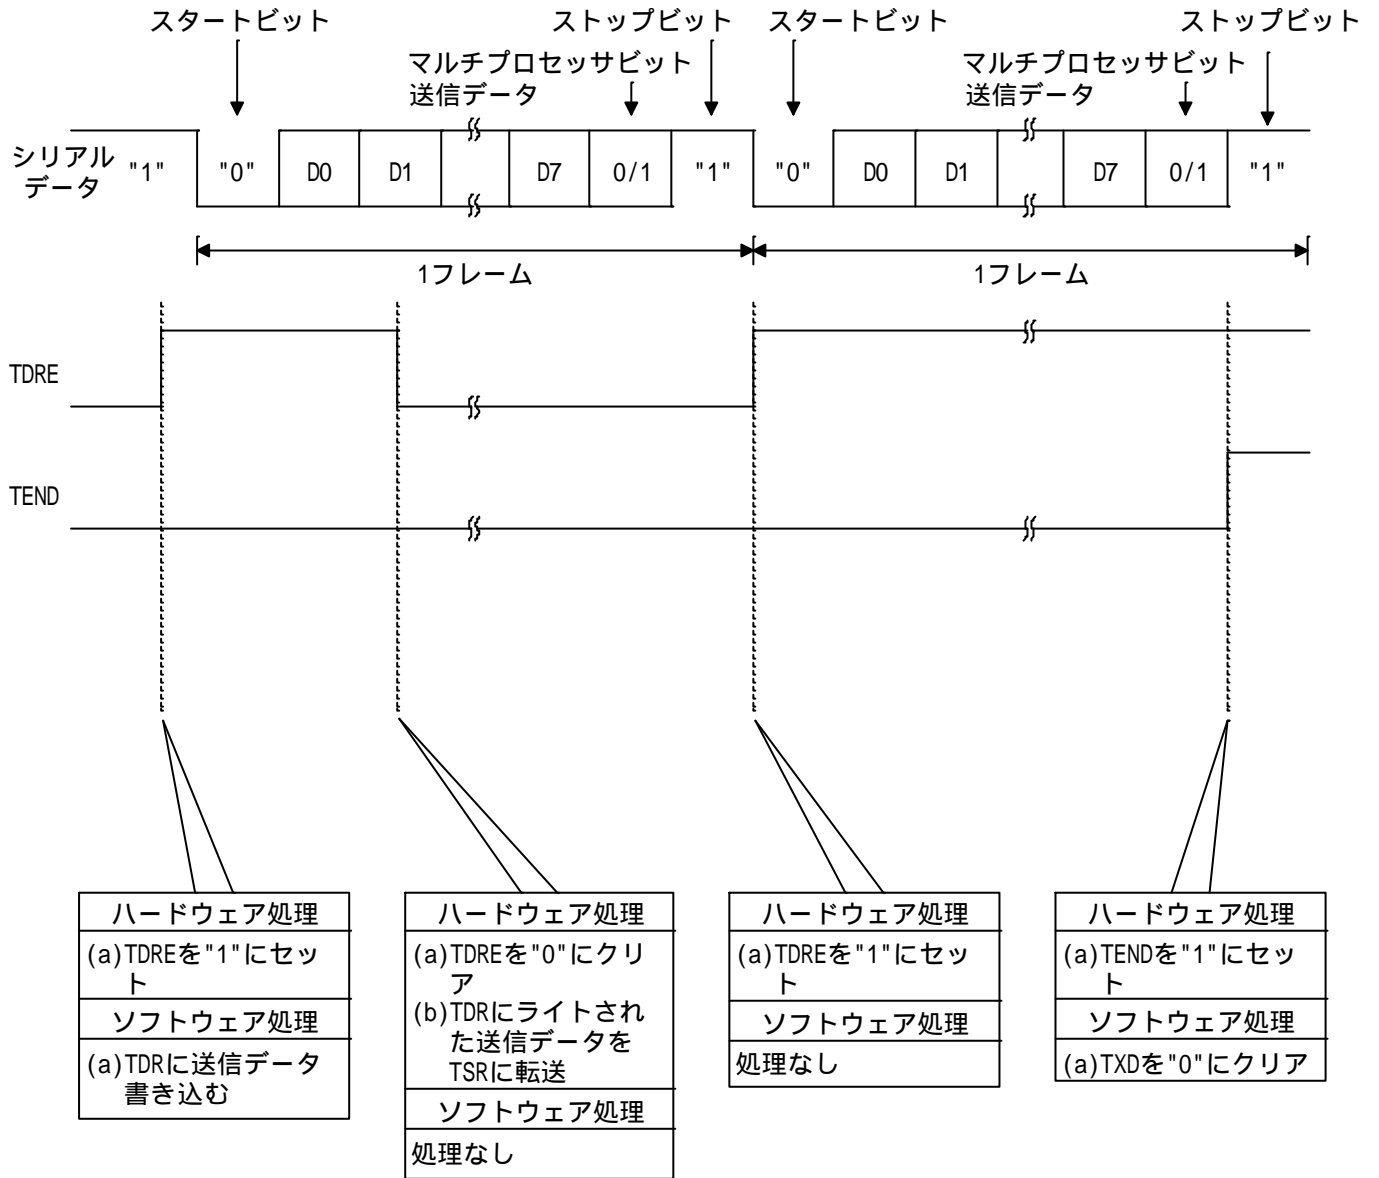

図4 マルチプロセッサ通信機能による送信の動作原理
(1) 図4に動作原理を示します。図4に示すようなハードウェア処理、およびソフトウェア処理によりマルチプロセッサ通信機能による送信を行ないます。